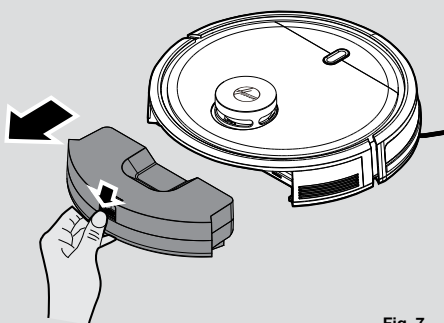

Fig. 7
1. Premere il pulsante di rilascio ed estrarlo. [Fig. 7]
1. Dopo l'aspirazione, premere il pulsante di sblocco del contenitore raccogli polvere e rimuoverlo. [Fig. 7]